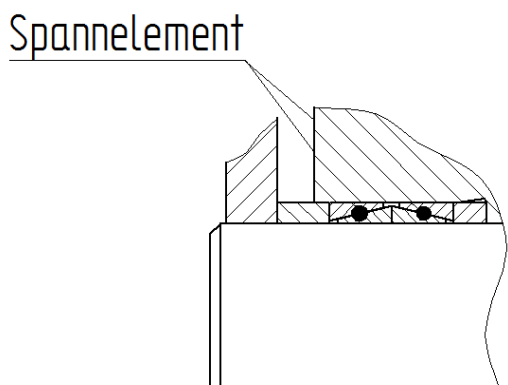

Bild 4) Anordnung falsch
- Beim Einbau mehrerer KBS 50-Ringpaare (max. 4 Ringpaare) ist auf gleichsinnige Anordnung der KBS 50-Elemente zu achten (siehe Bild 4 und 5).